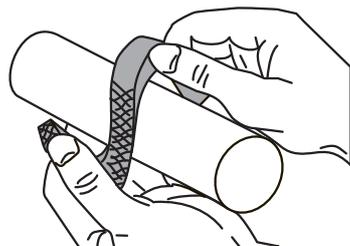

Рисунок 21. Сгибание уплотнительных колец, раскрываемых в осевом направлении
- Согните новые уплотнительные кольца, раскрывая их в осевом направлении. См. рисунок 21.